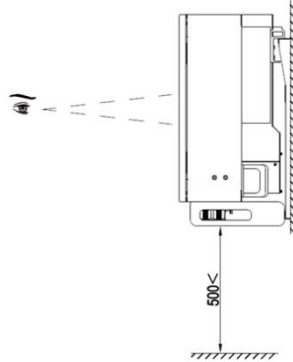

Abb. 4.3 Optimale Installationshöhe
(2) Um den Installationsort herum muss ausreichend Platz vorhanden sein, um die Demontage und Montage des Wechselrichters und die Luftkühlung zu erleichtern, wie in Abb. 4.3 dargestellt.